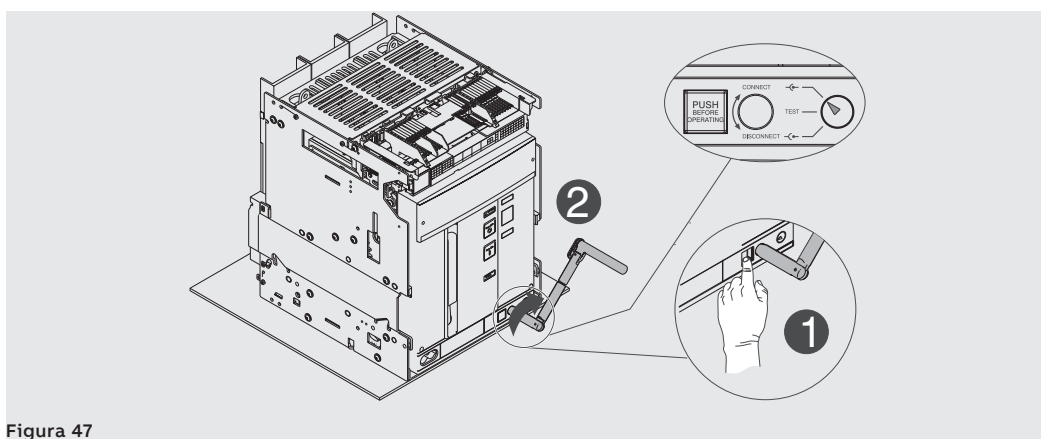

Figura 47
11. Apretar el pulsador de bloqueo y girar la manivela en sentido horario hasta que el pulsador salga y el indicador señale que el interruptor está en posición **CONNECT**. Véase Figura 47.